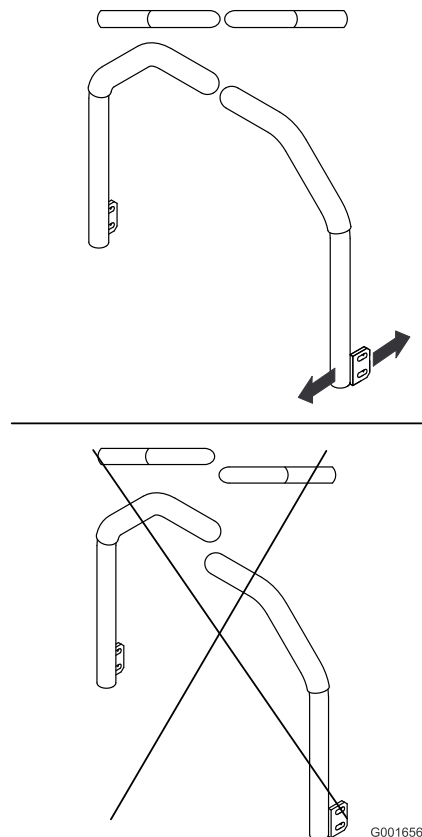

Figura 68
- Regolate le leve di controllo in modo che siano allineate (Figura 68), e serrate i bulloni, fissando le leve alle colonne.